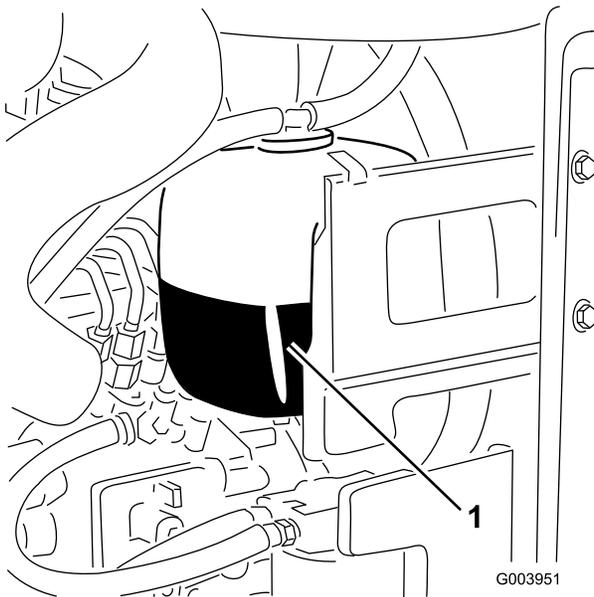

Bild 59
1. Prüfen Sie den Kühlmittelstand im Ausdehnungsgefäß (Bild 59).